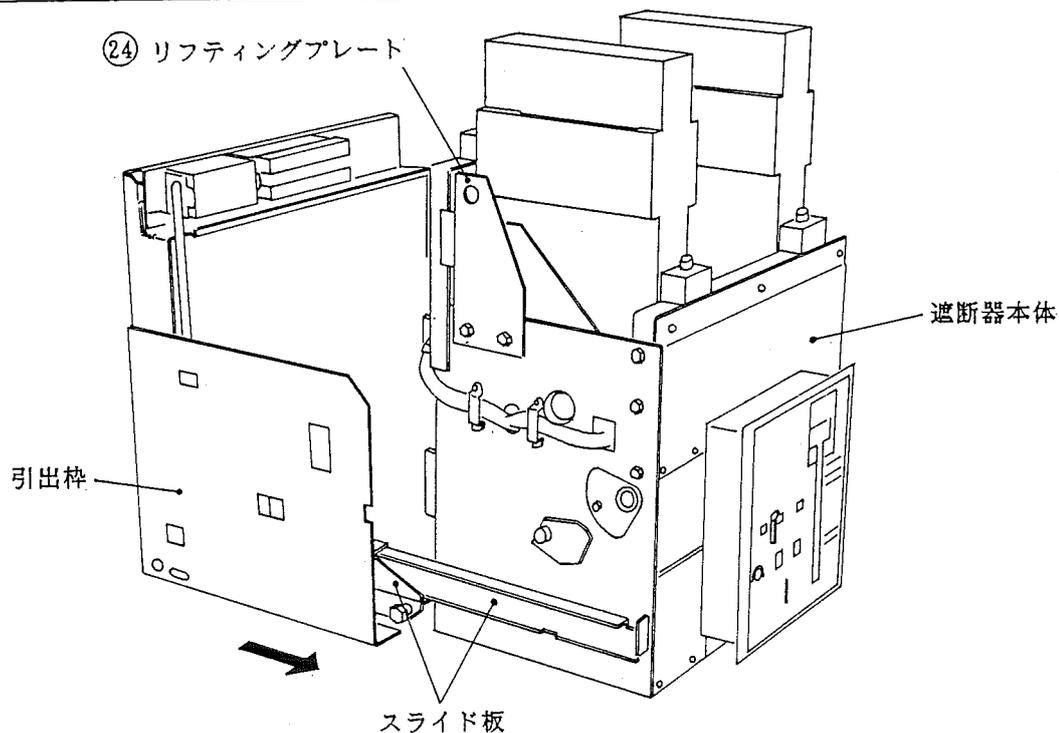

図21. 遮断器の取出し
- 2) リフティングプレート(図21 (24))にワイヤロープを掛けてから、左右の引出ストッパーを下げロックを解除し、遮断器本体側と引出枠側のスライド板の係合を外し遮断器を上方に吊り上げるか、遮断器専用リフター(オプション)を使用して引出枠より取出して下さい。